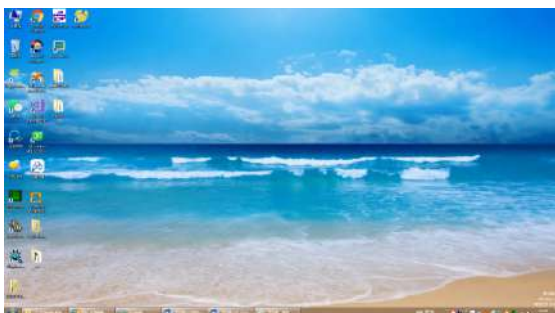

图 13-9 测试模式
2) 重启电脑，右下角出现测试模式，如图 13-9 所示，表示可以进行驱动安装，否则继续进行上述步骤 1。